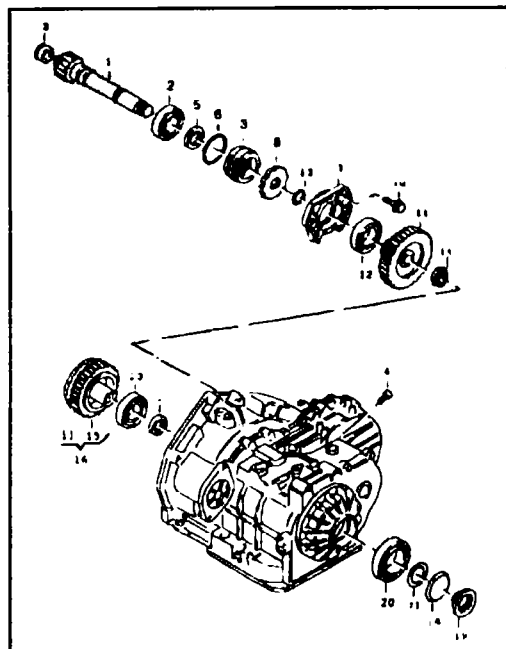

Рис. 5.44 Вторичный вал автоматической трансмиссии - модели всех годов выпуска
На рис. 5.44 показана конструкция вторичного (выходного) вала. Регулировочные кольца (13) выпускаются толщиной от 1,00 до 2,70 мм с шагом 0,025 мм. Регулировочные кольца (21) выпускаются толщиной от 1,60 до 2,55 мм с шагом 0,025 мм.